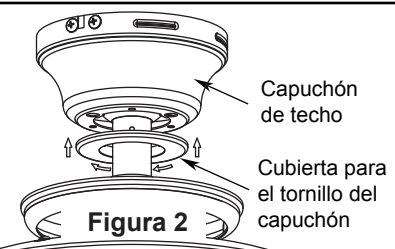

Figura 2
2. Instale la carcasa de los tornillos de la cubierta girándola en el sentido de las agujas del reloj y presionando hacia la cubierta del techo. (Figura 2)